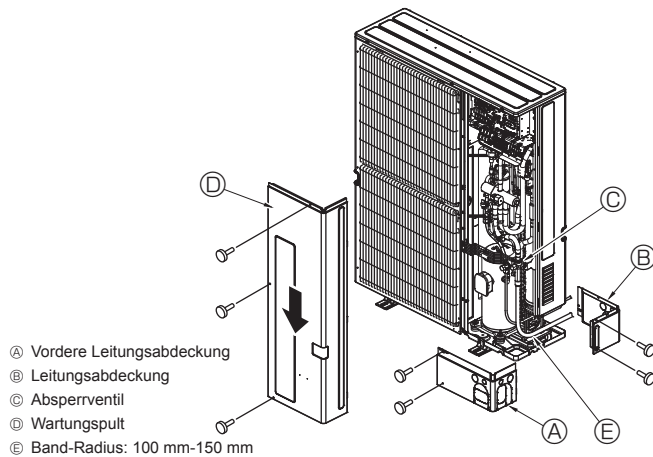

Fig. 4-10
4.3. Kältemittelrohrleitung (Fig. 4-10)